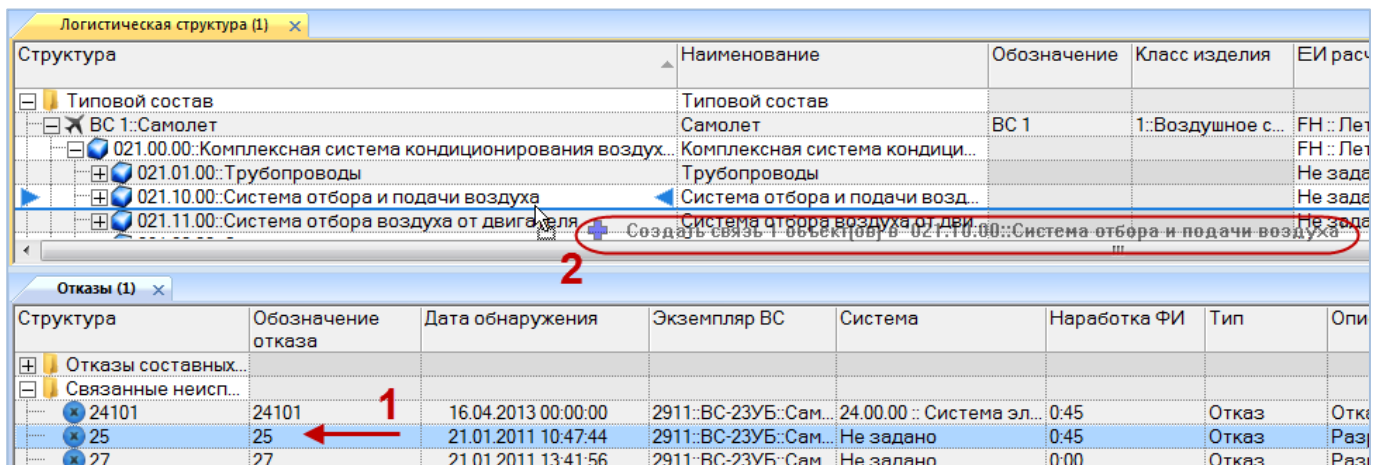

Рис. 13-273 – Переместить отказ на систему
2) Выбрать отказ в рабочем окне «Отказы» (1 на рис. 13-273).
3) Переместить с помощью мыши отказ на систему в окне «Логистическая структура» – появится подсказка вида «+ Создать связь X объект(ов) в ...» (2 на рис. 13-273). Отпустить кнопку мыши.